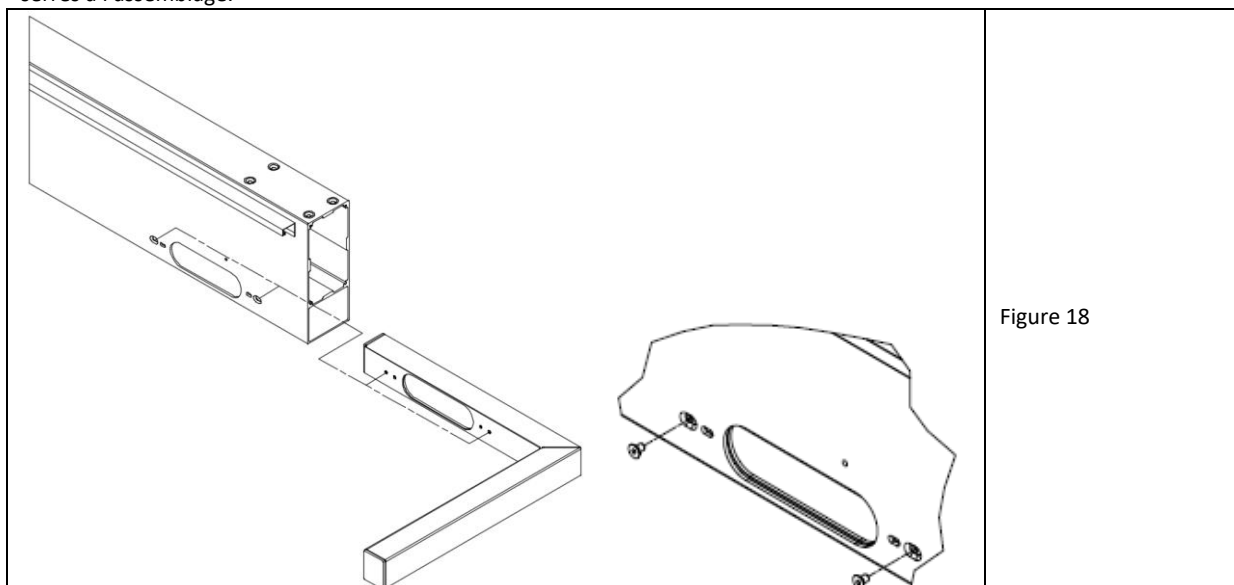

Figure 18
2. Lors de l'insertion, évitez de frotter la couche d'étanchéité et n'appliquez l'EPDM sur la paroi de la poutre qu'après avoir aligné les contours des haricots. Serrez avec 2 vis à tête fraisée M5x8 (dans les trous extérieurs des haricots) (fig.18).
(fig.18).
17. Lors de la mise en place, évitez d'abraser la couche d'étanchéité et n'appliquez l'EPDM sur la paroi de la poutre qu'après avoir aligné les bords des haricots. Serrez le trop-plein avec 2 vis à tête fraisée M5x8 (dans les trous extérieurs de l'haricot) (fig.18-droite).